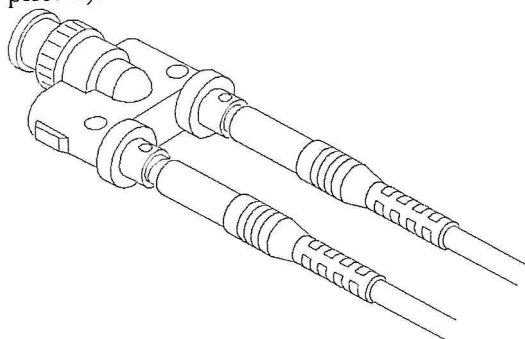

Рисунок 1
8.3.10 Подключить дифференциальные контакты пробника (без каких-либо насадок) к адаптеру BNC - розетка (см. рис. 1).
8.4.2 Подключить дифференциальные контакты пробника (без каких-либо насадок) к адаптеру BNC - розетка (см. рис. 1).